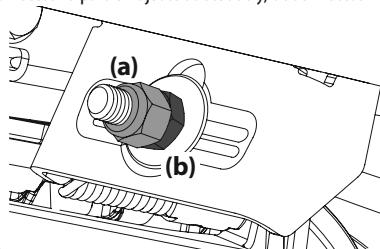

Figura 40
2. Retire el perno hexagonal, la arandela y la tuerca hexagonal cerca del centro del conjunto del pedal. Vea la Figura 40.
4. Vuelva a instalar el hardware que retiró anteriormente y apriete la tuerca a 28-35 pies-libras (38-47 N·m). Vea la Figura 40.
5. Para elevar el frente de la plataforma, extraiga la tapa de extremo, afloje la contratuerca exterior (a) y apriete (rosca hacia adentro) la tuerca interior (b) contra la ménsula de suspensión delantera. Consulte la Figura 40. Una vez alcanzado el ajuste adecuado, vuelva a ajustar la contratuerca exterior (a) y vuelva a colocar la tapa de extremo.
6. Para bajar el frente de la plataforma, extraiga la tapa de extremo, afloje la contratuerca exterior (a) y afloje (rosca hacia afuera) la tuerca interior (b) alejándola de la ménsula de suspensión delantera. Consulte la Figura 40. Cuando se logre el ajuste correcto, vuelva a apretar la contratuerca exterior (a) hasta 57 pies-libras (77.28 N·m) y vuelva a colocar la tapa de extremo.